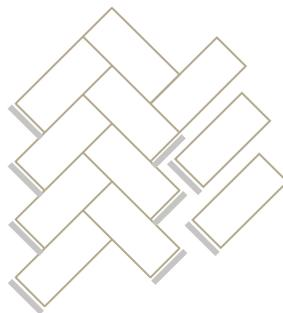

Abb. 6: Die Dielen werden zusammengedrückt. Einsetzen einer losen Feder in die Endnut.
3. Eine lose Feder wird in die Endnut aller verklebten Dielen sowie in die Endnut aller neuen Dielen eingesetzt. Keine Stöße zwischen Dielen ohne Nut/Feder-Verbindung. Die Feder darf nicht geklebt werden. Zu dünne oder allzu stramme Federn aussortieren. Siehe Abb. 6.
4. Die nächste Reihe wird verklebt. Legen Sie die Dielen so dicht wie möglich an die Nachbardielen an. Drücken Sie die Dielen fest und gegen die Nachbardielen oder den vorläufigen Abstandskeil, um zu vermeiden, dass Kleber aus der Nut/Feder-Verbindung austritt. Siehe Abb. 6.